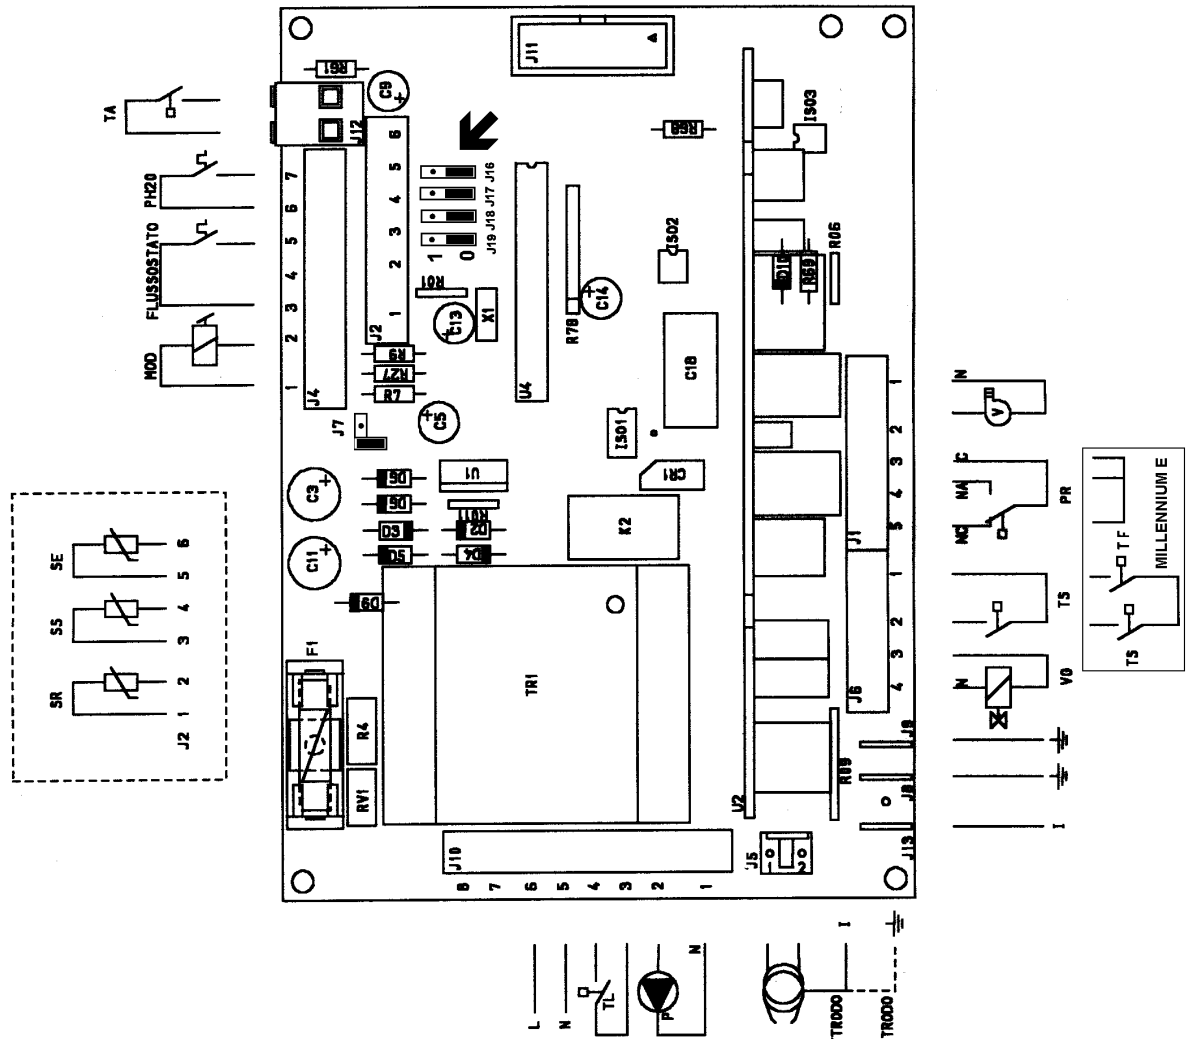

Fig. 2-30
- les connexions électriques sont représentées dans la Fig. 2-30